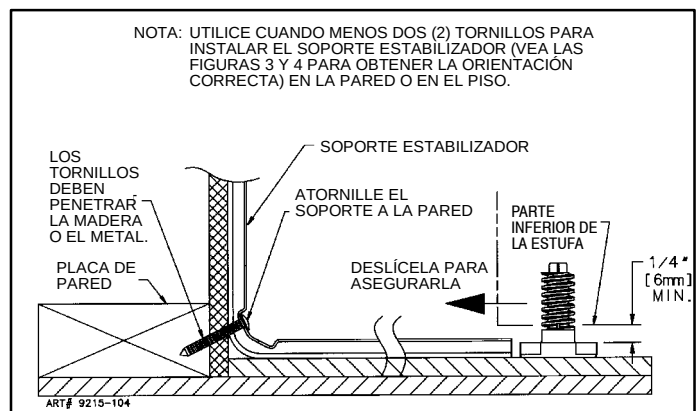

FIGURA 5
2. Pared: Ubique el centro de los dos orificios que se identifican en las figuras 3 y 4 según corresponda, como "ORIFICIOS PARA LA PARED." Taladre un agujero piloto de 1/8" (3 mm) en el centro de cada orificio según se muestra en la figura 5. (Puede utilizarse un clavo o una lezna si no tiene una broca). Asegure el soporte ESTABILIZADOR al piso con los dos tornillos que se proporcionan según se muestra en la figura 5. Continúe con el PASO 3.
- B. Alinee la estufa en la ubicación que se desee y deslícela hacia atrás en su lugar. Nota: Se necesita una distancia mínima de 1/4" (6 mm) entre la estufa y la pata niveladora que asegurará el SOPORTE ESTABILIZADOR, vea la figura 5.